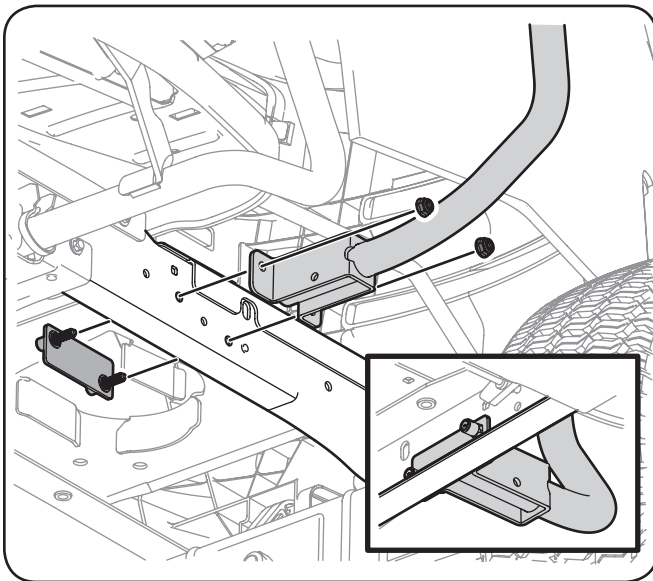

Figure 3-2
1. Installez le support avant gauche (Réf. 6B) sur le châssis de l'appareil à l'aide de deux écrous autobloquants à bride (Réf. 11) et une plaque de montage avant (Réf. 8). Voir Figure 3-2.